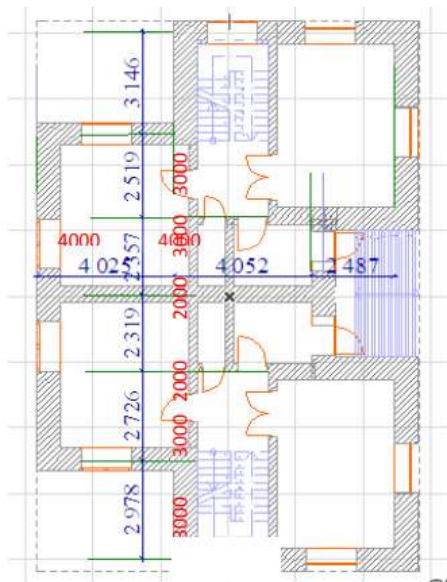

Рисунок 7.5
11. Определите расстояния между временными линиями (показаны синим цветом) и округлите их значения (показаны красным цветом), которые будем использовать для последующего назначения расстояний между вертикальными и горизонтальными линиями (рисунок 7.5).